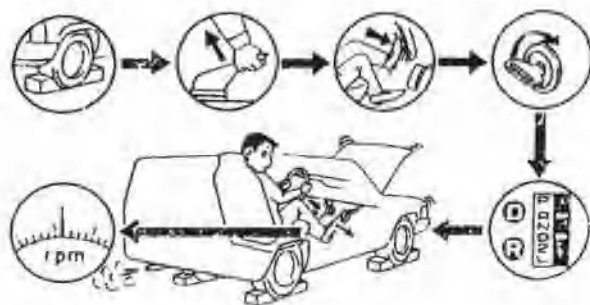

图 5.4 失速试验
- ① 选择一块宽敞平整的场地,停放车辆。
- ② 用驻车制动器或脚制动器将车轮抱死。
- ③ 将变速杆分别置于 D 位或 R 位。
- ④ 启动发动机,使变速器油温在 $50^{\circ}\text{C}\sim 80^{\circ}\text{C}$ 。
- ⑤ 用三角木将 4 只车轮前后均堵住,防止车辆蹿动。
- ⑥ 发动机怠速运转,猛踩一脚加速踏板,使节气门全开,转速上升至稳定时,迅速读取转速数据,这个转速就是失速转速。然后分别在 D 位和 R 位各读取一个失速转速数据,如图 5.4 所示。